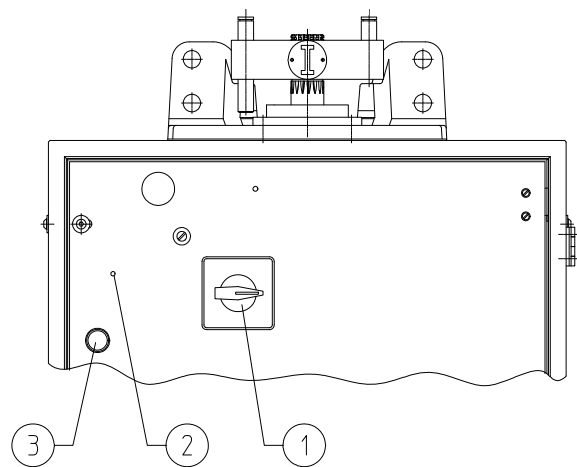

Bild2
- Im spannungslosen Zustand ist der kleine Schraubenzieher in die Öffnung hineinzustecken, um die Verriegelung freizugeben (Position 2, Bild 2).